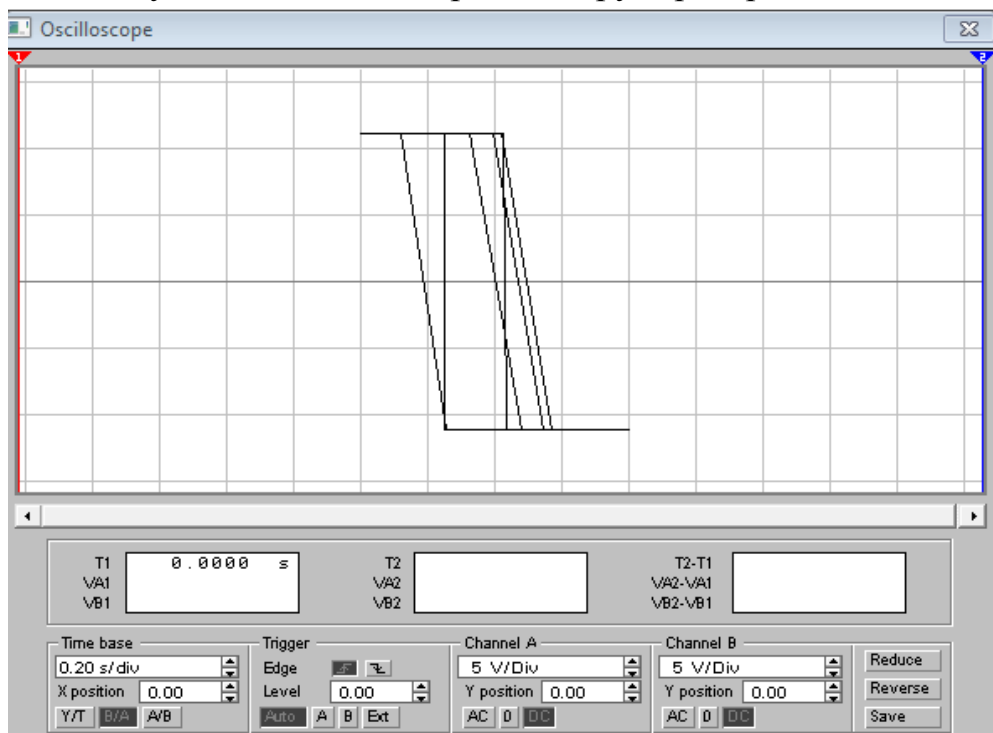

Рисунок 8.9 - Петля гістерезису тригера Шмітта
10. Замалювати осцилограму петлі гістерезису (рисунок 8.9).